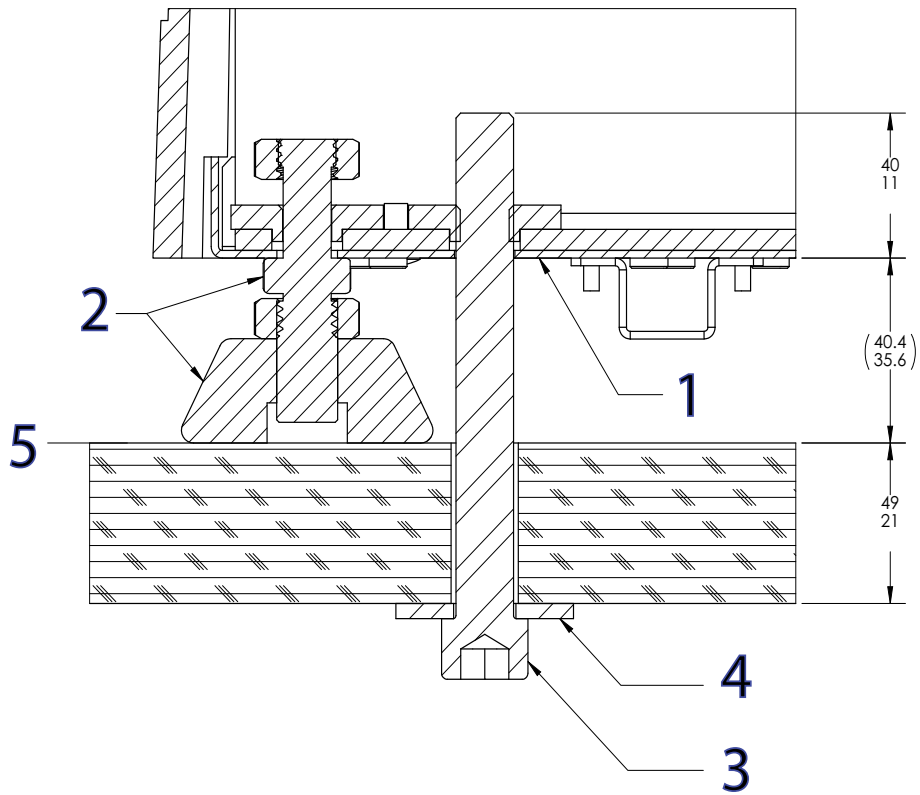

图 13. 将机架固定到工作台
图标图 13
3. 如第 55 页图 13 所示，安装各个螺栓和超大垫圈。